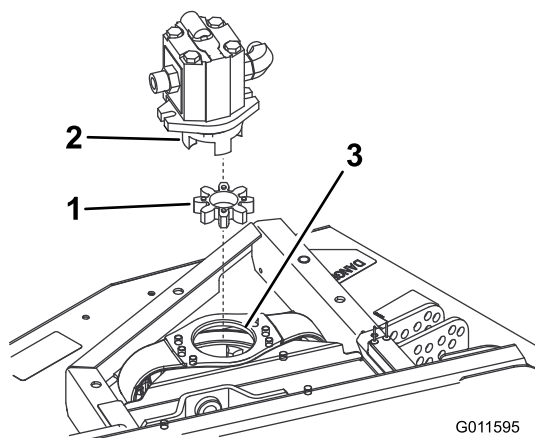

Figura 2
3. Retire la araña de enganche elastomérico del interior del acoplamiento de la polea. Inspeccione la araña y cámbiela si está desgastada. Si no, guárdela para instalarla en la plataforma delantera nueva (Figura 2).
**Nota:** Inspeccione el cubo de enganche, y cámbielo si está desgastado (Figura 2).